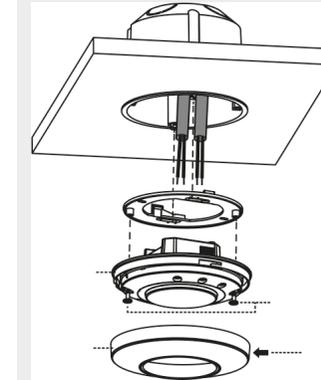

ABB. 7
- Schrauben Sie die Sensor-Montageplatte unter den Lampenanschluss und befestigen Sie sie mit den beiden Anti-Fall-Schrauben im Sensorgehäuse. (ABB. 7)